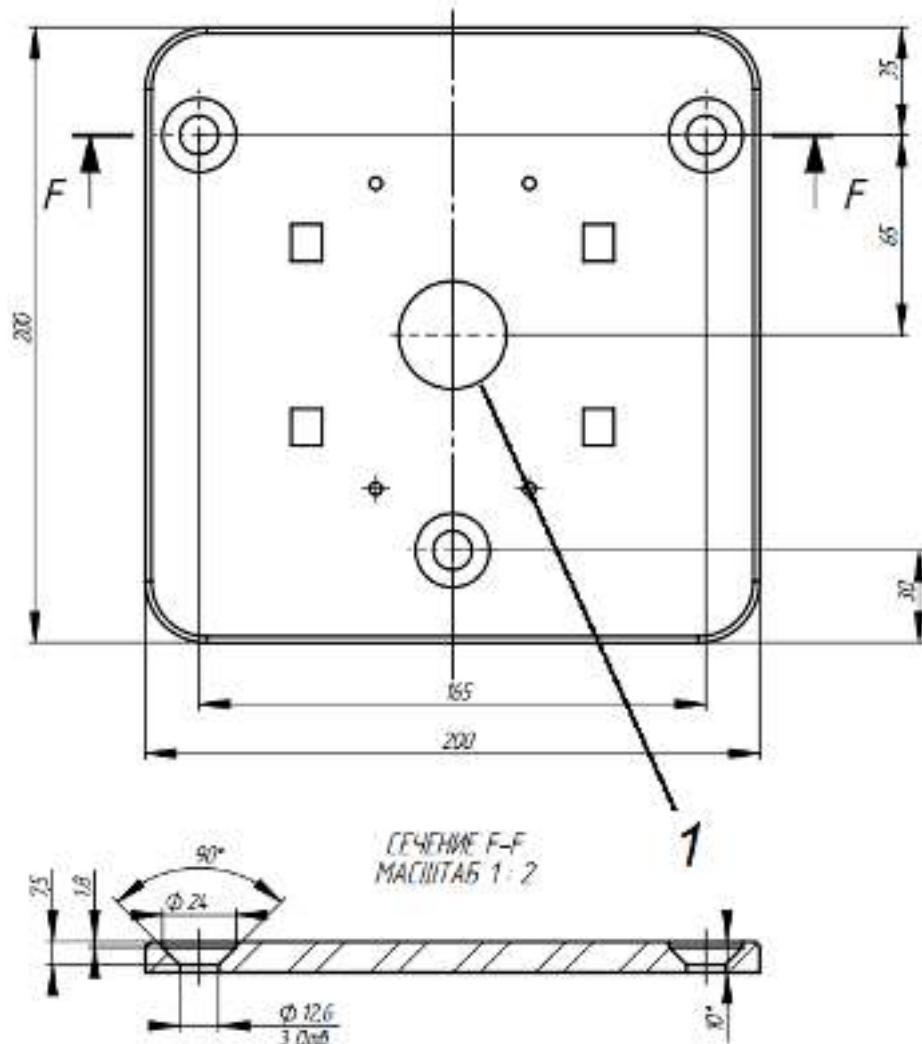

Рисунок 4 – Установочные размеры площадки турникета
4.2.4 Рисунок 4 – подводку кабелей производить через отверстие (1) в нижней плате стойки турникета.